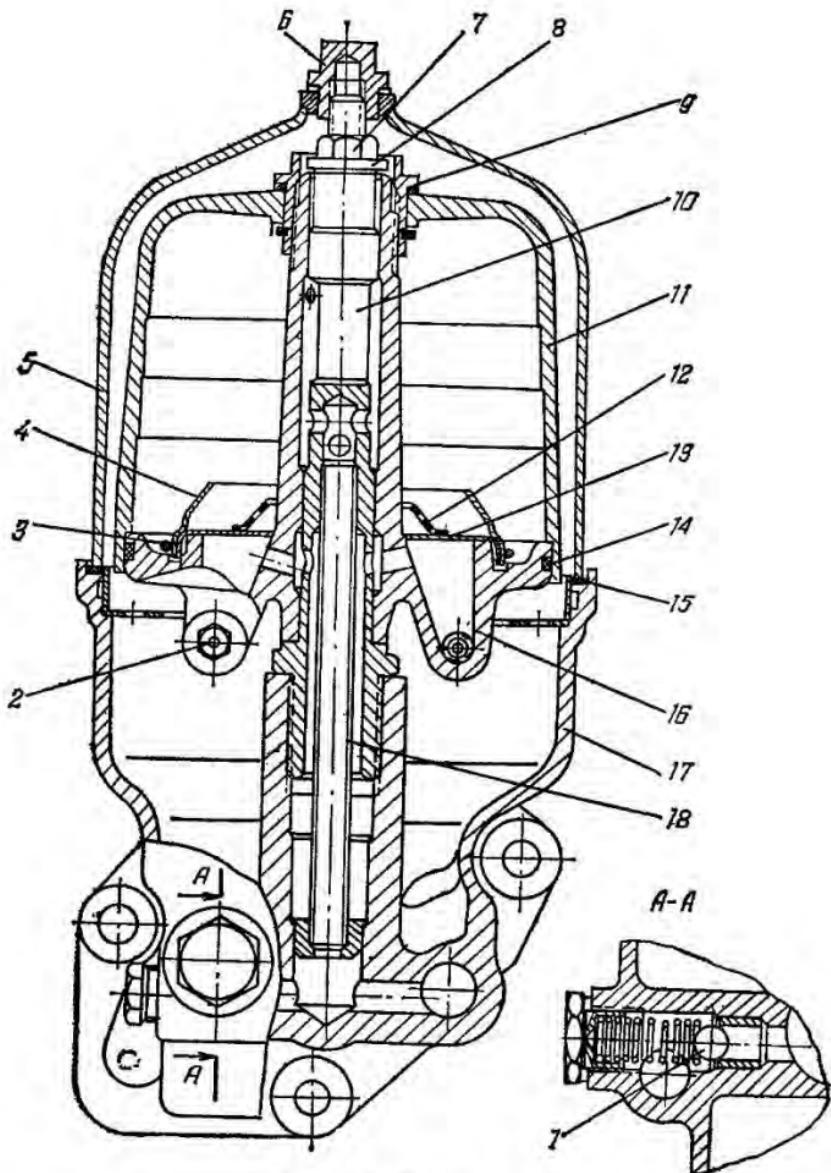

Рис. 54. Центрифуга:
**Центрифуга.** Очистка ротора от отложений производится при техническом обслуживании № 2, а при использовании масла-заменителя — через 120 мо часов. При разборке центрифуги отвинтить гайку 6 (рис. 54) и снять колпак 5. Затем отвинтить гайку 7, ограничивающую осевой подъем ротора, снять упорную шайбу 8 и ротор с оси 10. Для разборки ротора установить его в тиски так, чтобы бобышки с форсунками располагались между губками тисков, и, не зажимая губок, отвинтить гайку 9 и снять крышку 11 с остова ротора 16. Очистить крышку и остов ротора от отложений и промыть в дизельном топливе или керосине. Прочистить отверстия в форсунках 2 медной проволокой.